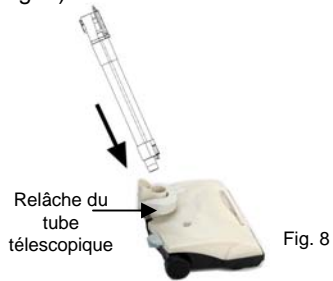

Fig. 8
1. To attach the power nozzle to the telescopic tube, insert the telescopic tube plug into the power nozzle receptacle. (Fig. 8)
1. Pour attacher le bec électrique au tube télescopique, insérez-le tube dans le réceptacle du bec électrique. (Fig. 8)
4. Pour retirer le tube télescopique du bec électrique, appuyez sur la relâche du tube télescopique et retirez le tube. (Fig. 8)